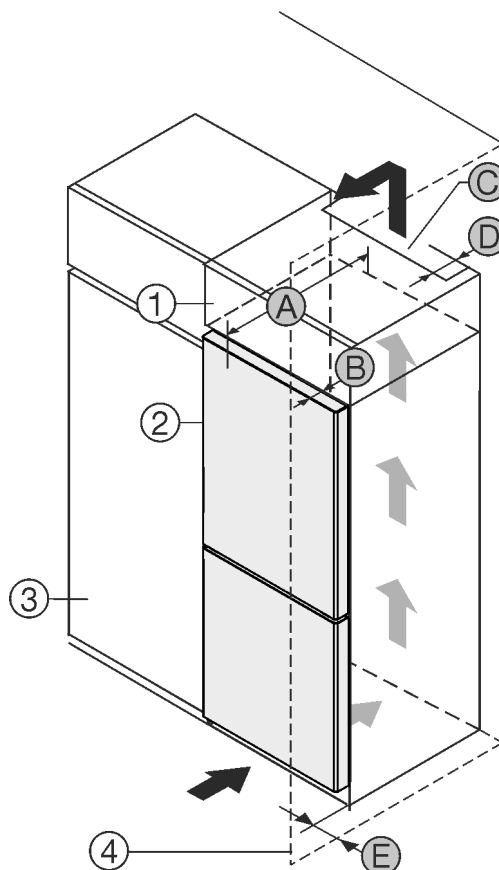

Fig. 1
- (1) 附加柜 \*
- (2) 冰箱 \*
- (3) 餐具柜 \*
- (4) 墙壁 \*
- (A) 冰箱深度 \*
- (B) 门深度 \*
- (C) 通风横截面 \*
- (D) 冰箱背面间距 \*
- (E) 到冰箱侧面的间距 \*
您可以将冰箱直接放置在餐具柜 Fig. 1 (3) 旁边。\*
在附加柜背面必须有一个竖风道, 其深度 Fig. 1 (D) 应超过整个附加柜宽度。\*
盖板下必须保有通风横截面 Fig. 1 (C)。\*
如果将带铰链的冰箱放置在墙壁 Fig. 1 (4) 边, 冰箱和墙壁必须至少相距 13 mm。\*
如果将带铰链的冰箱放置在墙壁 Fig. 1 (4) 边, 冰箱和墙壁必须至少相距 20 mm。\*
为了能完全打开门, 冰箱必须凸出橱柜正面一定门深度 Fig. 1 (B)。根据餐具柜 Fig. 1 (3) 的深度, 使用壁距调整垫片可以使冰箱更为凸出。\*